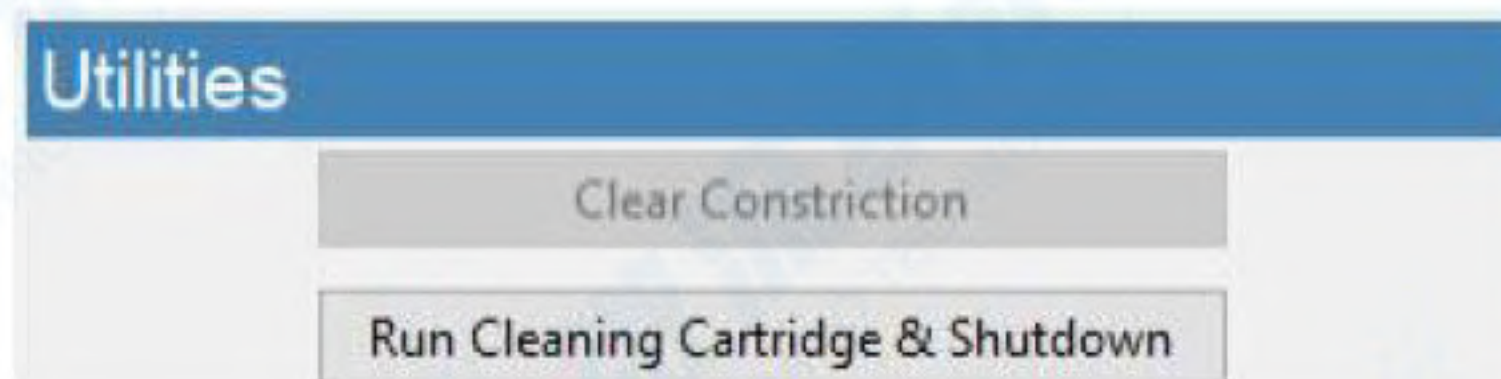

图8: 实用工具 (Utilities) 界面
- 按下 “Clear Constriction” 按钮 (见图8)，并等待程序完成。
- 按下 “Run Cleaning Cartridge & Shutdown” 按钮 (见图8)，启动自动清洁程序。